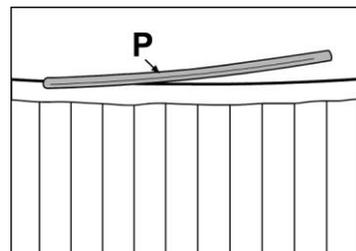

fig.25
2-Coloque los 2 perfiles de plástico ya unidas sobre la guía metálica (M) que sujeta los listones y haga coincidir la unión de las guías metálicas (señalado con una flecha) con el centro del perfil de plástico (P) (fig 25) con el fin de que la unión sea más sólida.